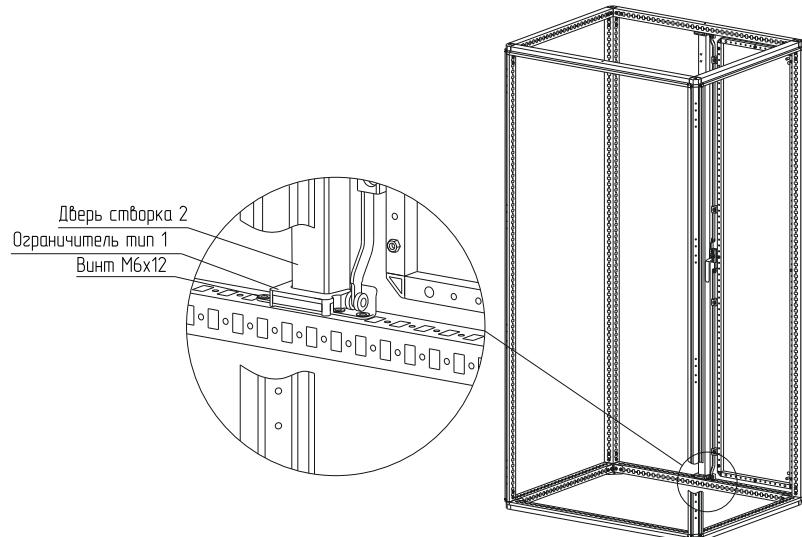

Рисунок 28
4.14.4 Установите ограничители сверху и снизу каркаса (рисунок 28). Для крепления использовать винты M6x12. Момент затяжки – 7 Н·м.